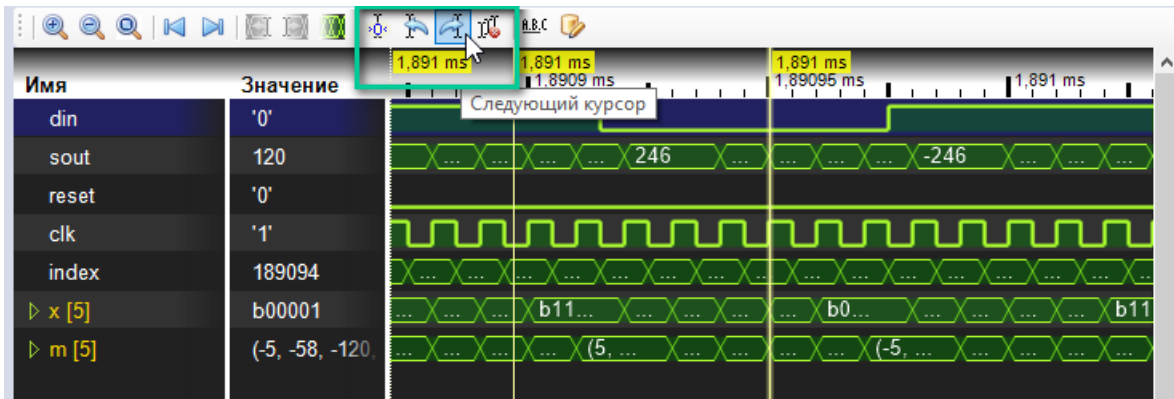

Рис. 35 Размещение курсоров
- Использование курсоров для анализа данных. Если установлен один курсор и более. Размещение курсора выполняется двойным кликом в области отображения данных, см. Рис. 35.